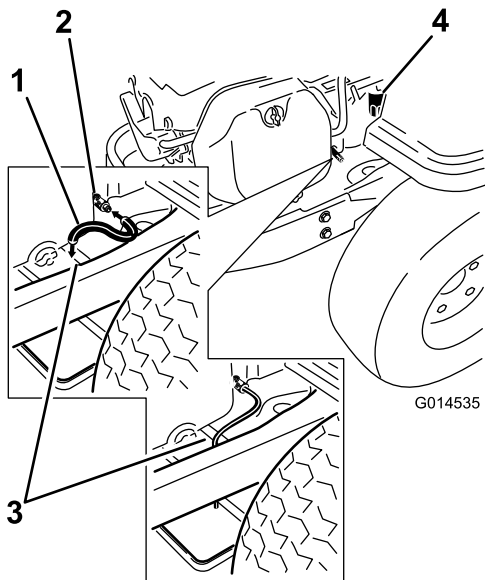

Figure 30
4. Nettoyez la surface autour du robinet de vidange sur le châssis de la machine. Trouvez le flexible de vidange d'huile et branchez-le au robinet de vidange (Figure 30).
5. Placez l'autre extrémité du flexible de vidange par-dessus l'extrémité du châssis (Figure 30).